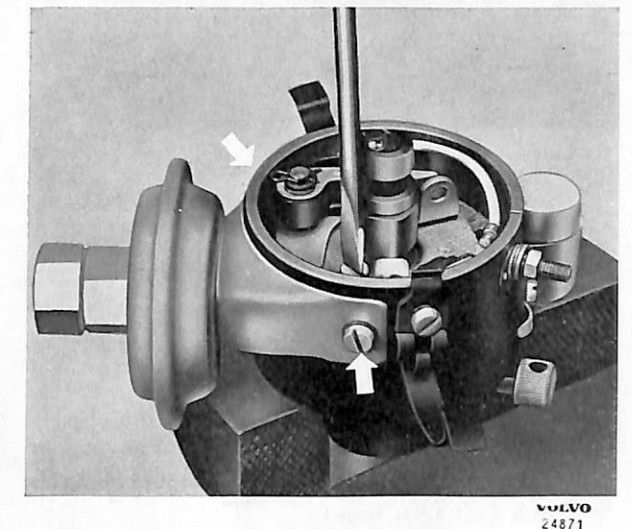

Bild 57. Demontering av vakuumregulator.
2. Lossa vakuumregulatorn genom att lossa skruvarna enl. bild 57 och lyft bort den.